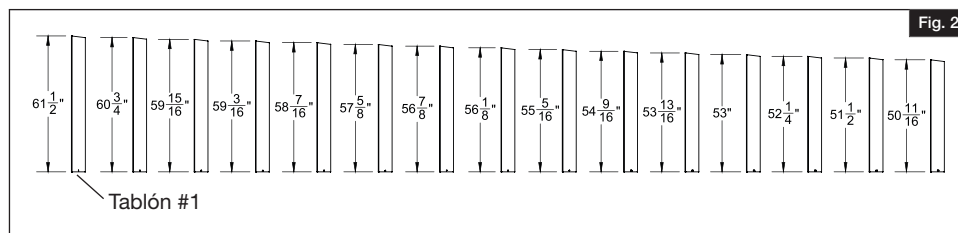

Fig. 2
4. Colocar y numerar todos los tabloncillos de relleno de izquierda a derecha, siendo el tabloncillo 1 el más largo (Fig. 2).